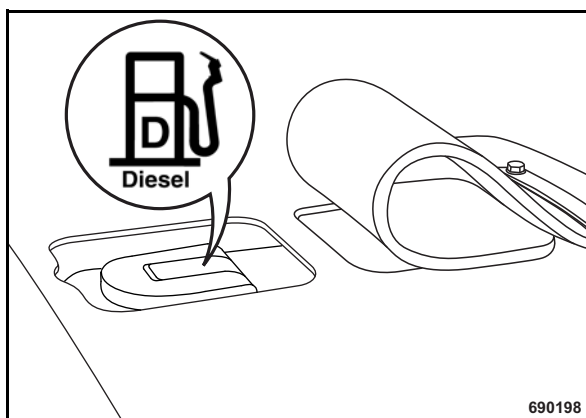

Fig. 34
- Limpiar el entorno de la tapa del depósito y quitar la tapa del depósito (Fig. 34).